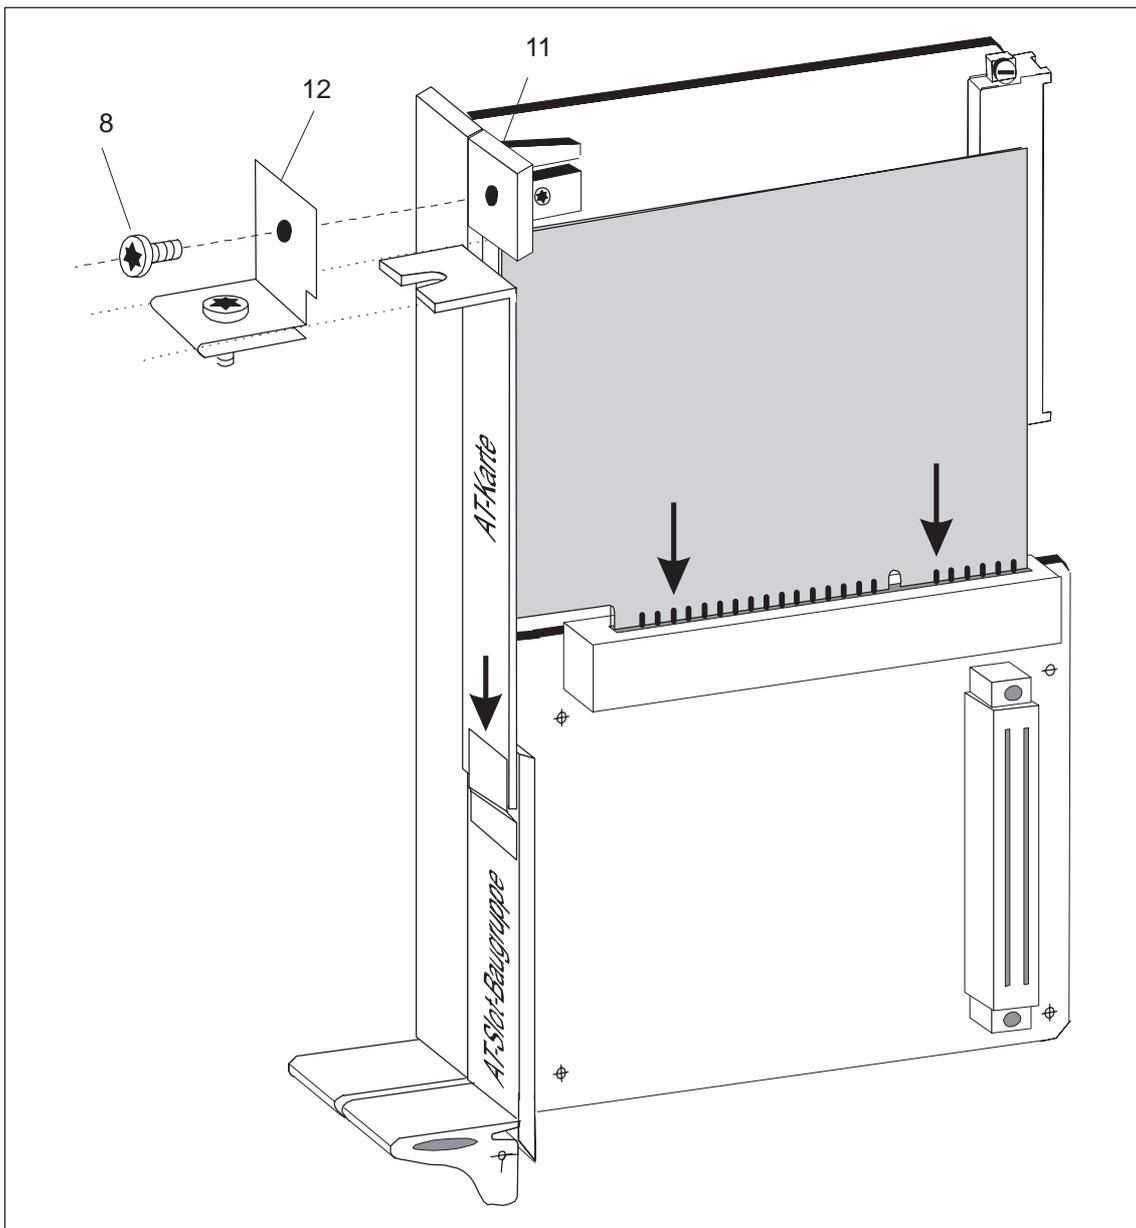

Bild 2-12 Montage einer AT-Karte auf eine AT-Slot-Baugruppe
Gehen Sie bei der Montage entsprechend Bild 2-12 folgendermaßen vor:
1. Stecken Sie - wie im Bild 2-12 dargestellt - die AT-Karte von oben in die dafür vorgesehene Federleiste der AT-Slot-Baugruppe.
3. Stecken Sie die Schraube '8' - wie im Bild 2-12 dargestellt - durch das Halteblech in das Teil '11', das Sie mit der AT-Slot-Baugruppe montiert haben, und ziehen Sie die Schraube fest.